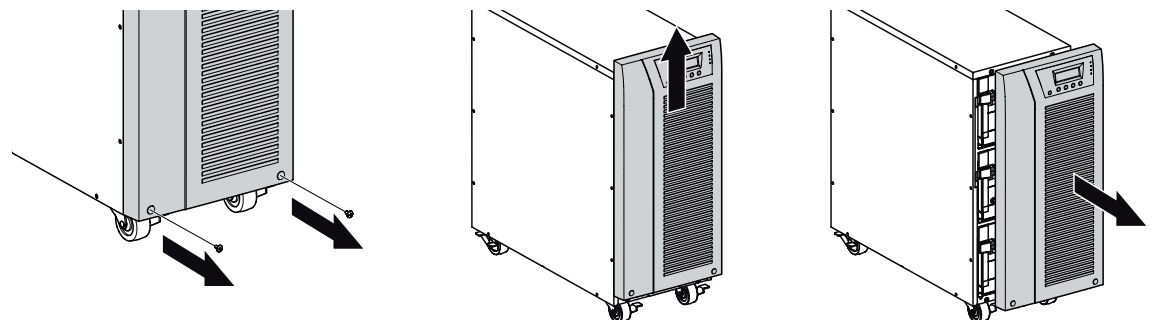

Рисунок 27. Снятие передней крышки ИБП.
1. Снимите переднюю панель ИБП (см. Рис. 27).